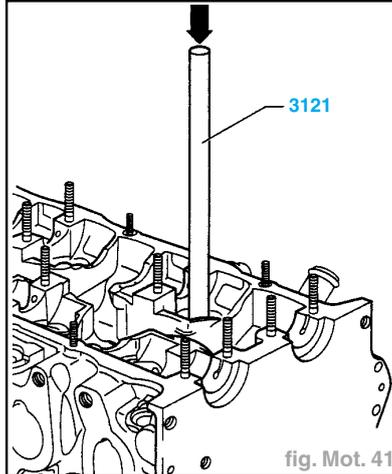

fig. Mot. 41
- A l'aide de l'outil **3121**, extraire les guides de soupapes usés à partir du côté de l'arbre à cames (fig. Mot. 41).